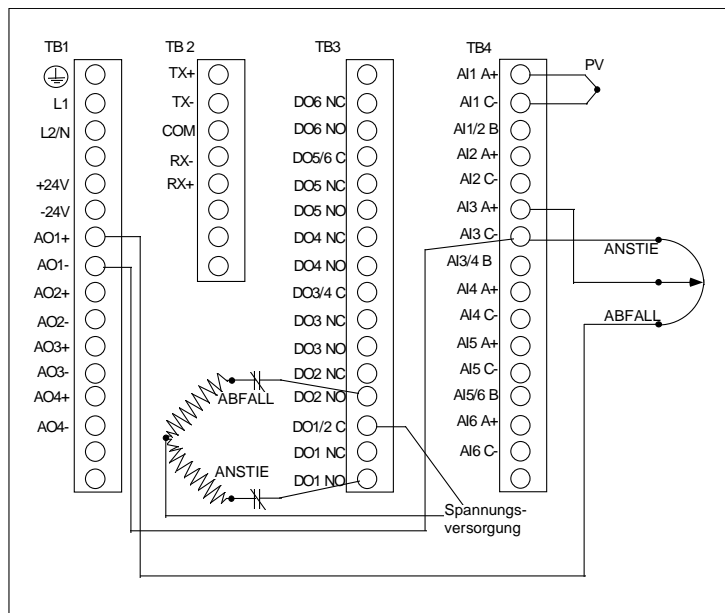

Abbildung 2-11 Typische Verkabelung stellungsproportionaler Ausgänge
Analoge Ausgänge können Stromausgänge mit eingepprägtem Gleichstrom sein (STROM/-stromproportional), oder Spannungsausgänge (VOLT/spannungsproportional), zeitproportionale Ausgänge (ZEITPROP), oder stellungsproportionale Ausgänge (PP). Für die Verkabelung von Ausgängen STROM (stromproportional) oder VOLT (spannungsproportional) siehe Abbildung 2-7. Um ZEITPROP-Ausgänge zu verkabeln, verwenden Sie Universal-Ausgangsrelais oder Halbleiterausgänge. Für die Verkabelung stellungsproportionaler Ausgänge siehe Abbildung 2-11. Siehe auch Anschluß von diskreten Ausgängen.